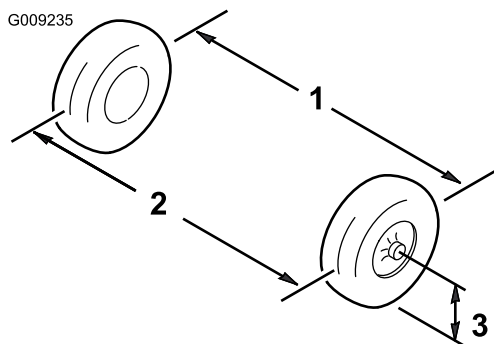

Figure 39
3. Mesurez la distance entre les roues avant à hauteur d'essieu, à l'avant et à l'arrière des roues (Figure 39).